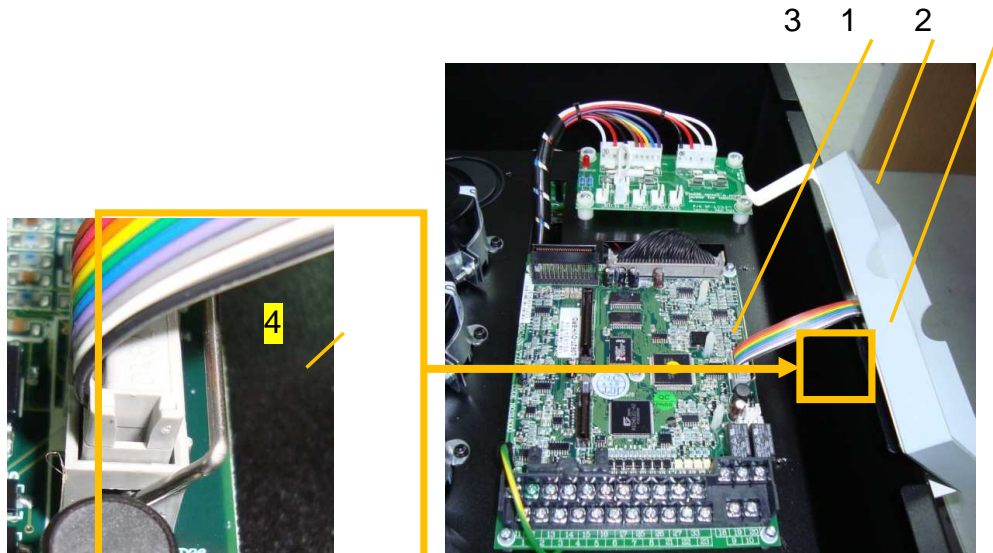

Рис. 7.24
7.17.1. Подключить кабель 2 в разъем на плате ЦП 3 и зафиксировать скобой 4 (рис. 7.24).